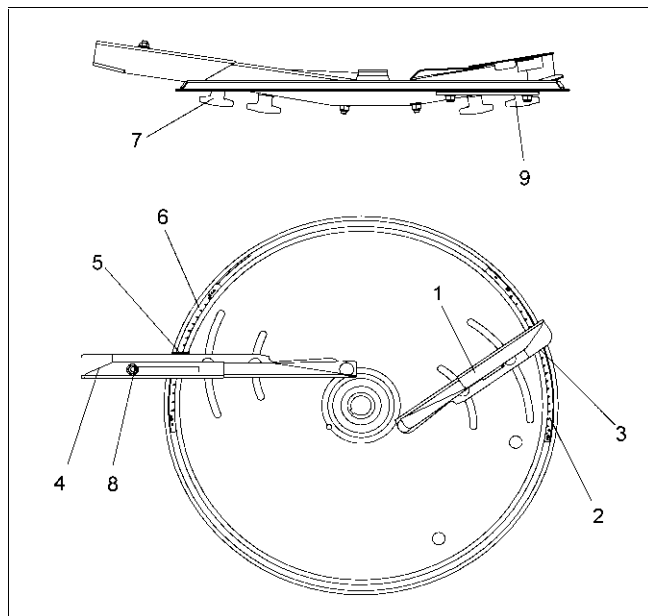

Fig. 18
- Beide vleugelmoeren (Fig. 18/7) onder de strooischotel losdraaien.
- Afleeskant (Fig. 18/3) van de korte schoep I (Fig. 18) op waarde "67" van de schaal (Fig. 18/2) zwenken en de vleugelmoer weer vastdraaien.
- Afleeskant (Fig. 18/5) van de lange schoep (Fig. 18/4) op waarde "88" van de schaal (Fig. 18/6) zwenken en de vleugelmoer weer vast draaien.
Om de telescoop van de lange schoep te verschuiven, de bout (Fig. 18/8) losdraaien, voor het verschuiven van het telescopisch gedeelte van de korte schoep de vleugelmoer (Fig. 18/9) losdraaien.